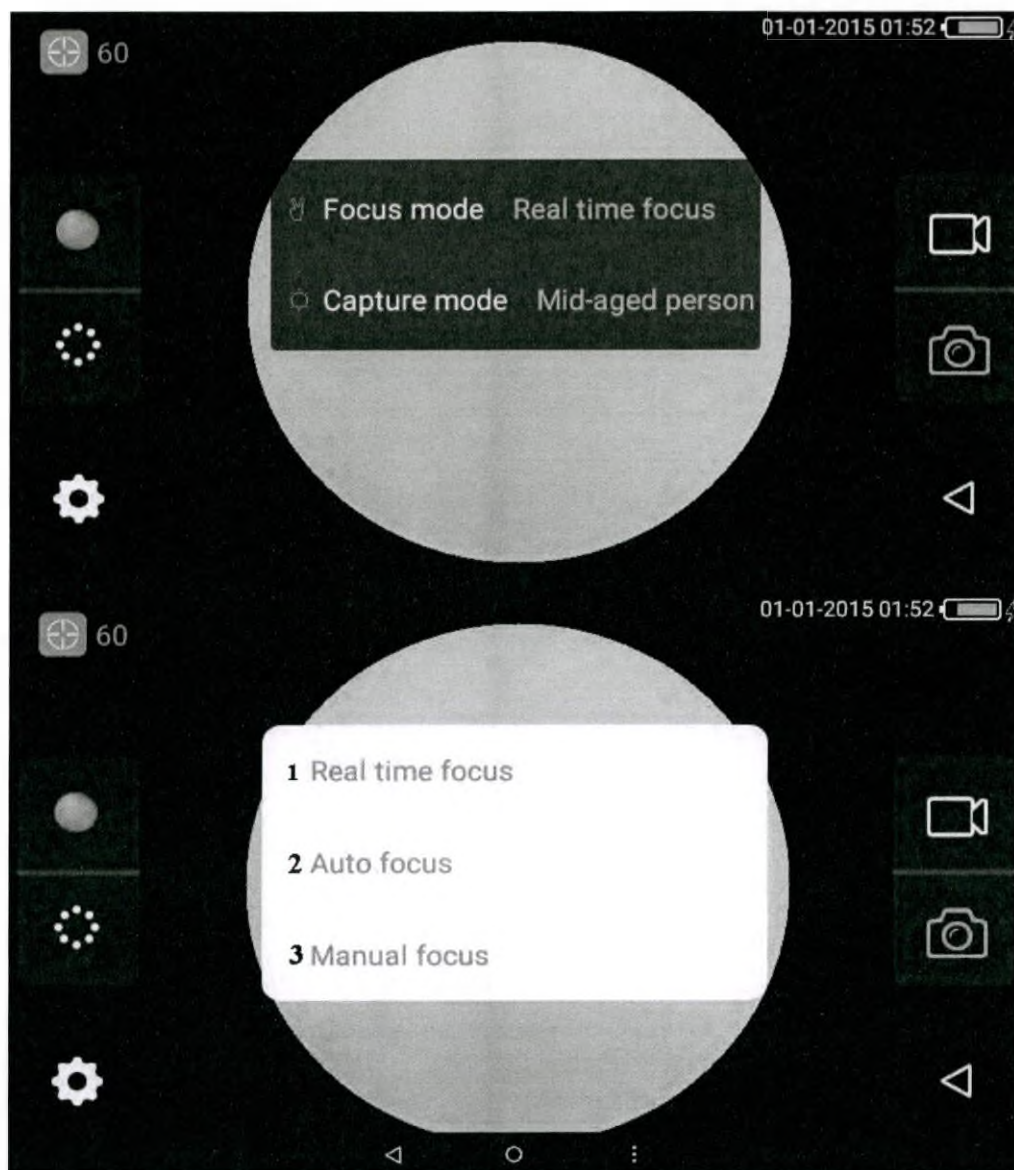
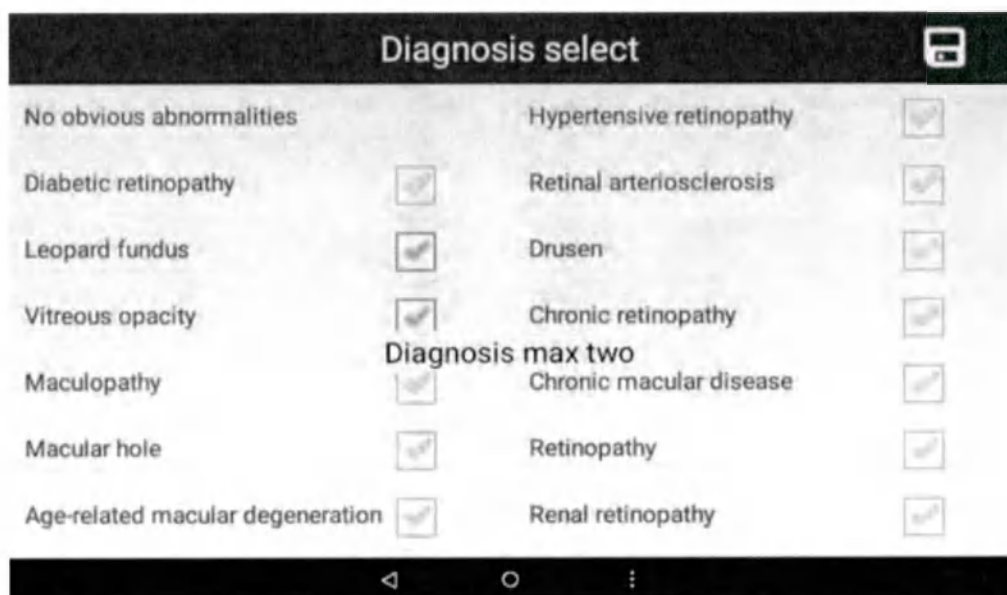

Рисунок 37. Выбор режима фокусировки.
Рисунок 40. Выбор диагноза.
Шаг 4 : Режим фокусировки/фотосъемки можно выбрать по желанию. По умолчанию используется режим фокусировки в реальном времени. Режим съемки по умолчанию - средний, и есть три дополнительных режима фокусировки: фокусировка в реальном времени (1), автофокус (2) и ручная фокусировка (3). (рис.37) Для ручной фокусировки существует четыре режима съемки: Пожилой человек (4), человек среднего возраста (5), подросток (6) и домашнее животное (7). (см. рис. 40)
Шаг 6: Ввод диагностической информации: после сохранения изображения вернитесь к информации о пациенте на левом экране и нажмите кнопку "Изменить" (рис. 35), затем нажмите кнопку "Диагноз", чтобы войти в интерфейс "Выбор диагноза" для выбора соответствующей информации. Можно выбрать не более двух результатов диагностики. (Рис. 40).